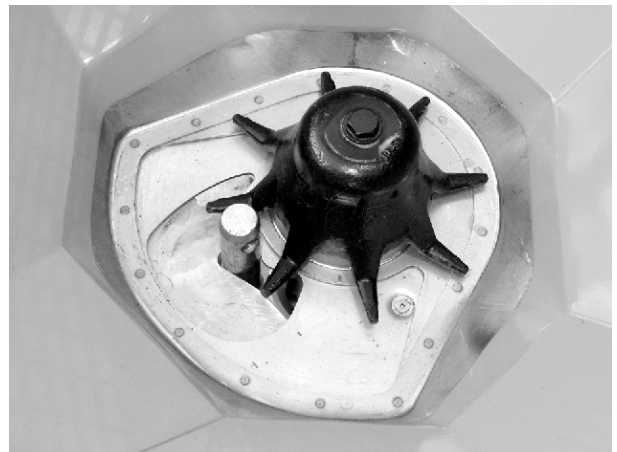

Рис. 60: Болт нижньої тяги в дозувальному отворі
- ✓ Заслінка дозатора злегка притиснута до болта. Див.. *Рис. 60 Болт нижньої тяги в дозувальному отворі.*